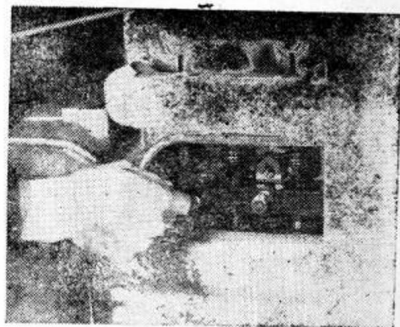

图 5
2. 用千分片插入气门脚间隙中，如响声减小或消失，即为间隙过大（图5）。